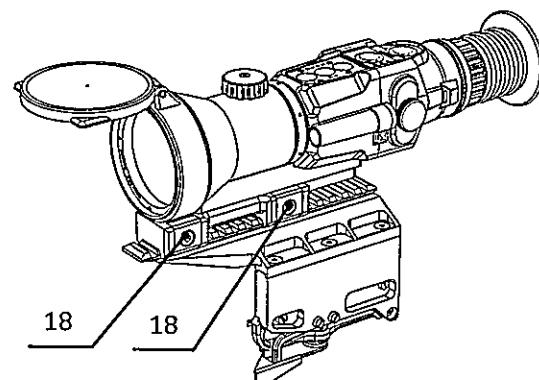

Рисунок 33 – Изделие с боковой планкой крепления SMN WP-2525
- В случае необходимости, для подгонки зажимного устройства изделия к оружию необходимо снять фиксирующую шайбу (21) и переставить ручку (20) на такое количество зубцов, которое обеспечивает прочное крепление изделия на оружии, затем поставить фиксирующую шайбу (21) на место.*
4) Установите изделие на планку SMN\_WP-2525, верхняя часть которой выполнена в стандарте «Picatinny». Устанавливая изделие по длине планки, обеспечьте комфортное положение изделия относительно глаза стрелка. Затяните винты (18) ключом универсальным (см. рис. 33) поочередно в несколько приемов постепенно и плавно увеличивая момент затяжки до упора.